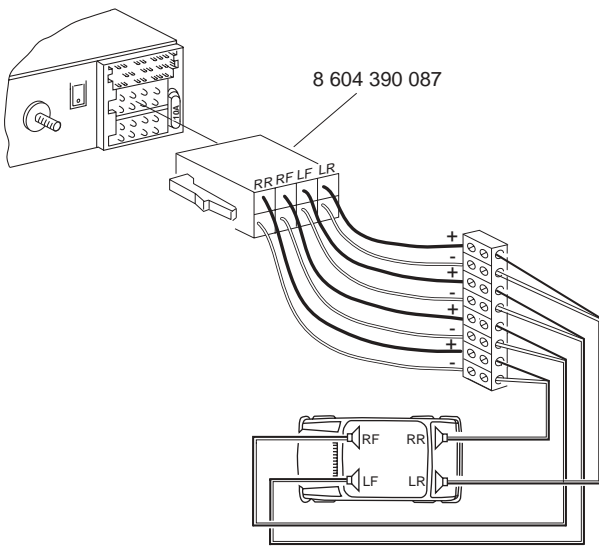

Fig. 7
Bei nachträglich eingebauten Lautsprechern verwenden Sie das beigelegte **ISO-Lautsprecherkabel**. Die Verbindung zwischen dem ISO-Lautsprecherkabel und den Lautsprechern können Sie mit Lüsterklemmen (nicht im Lieferumfang enthalten) herstellen (siehe Fig. 7, Seite 5).
- Lautsprecheranschluß 4 AL (4 Ω /35 W) Fig. 7
For subsequently installed loudspeakers use the ISO loudspeaker cable included in the delivery. Use cable connectors to link the ISO loudspeaker cable to the loudspeakers (not included in the delivery); see Fig. 7 (page 5).
- Loudspeaker connection 4x 4Ω/35 watts (page 5) Fig. 7